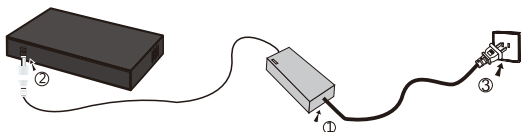

图1.1.2电源连接示意图
2. 外置式的需连接电源适配器，接入AC100~240V，50~60Hz，DC输入12V，如图1.1.2所示。